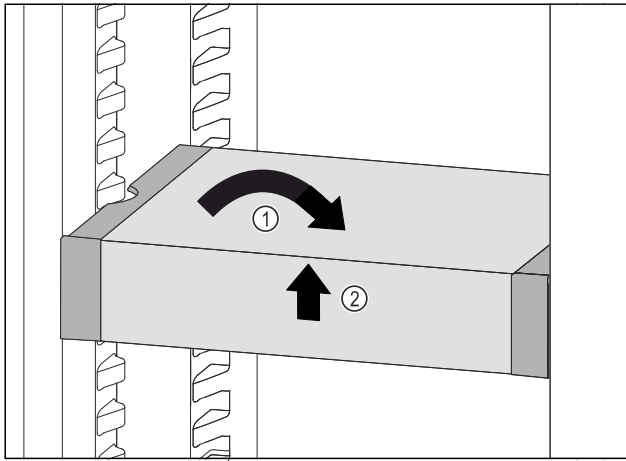

Fig. 132
- ▶ Remettre le VarioSafe droit. Fig. 132 (1)
- ▶ Soulever la partie avant du VarioSafe. Fig. 132 (2)